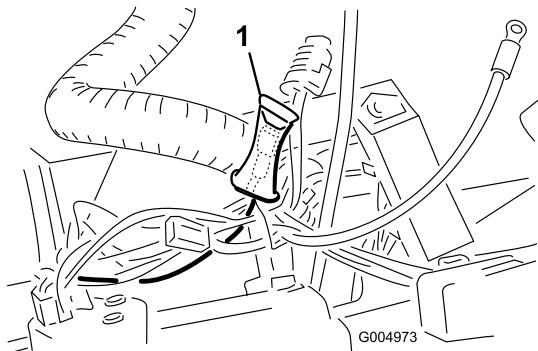

Figura 24
5. Dentro do painel de controlo, localize o fio rosa com o conector numa bolha de plástico (Figura 24).
8. Encaminhe a outra extremidade da cablagem por baixo do suporte de montagem da estrutura traseira na direção do lado esquerdo da máquina ao mesmo tempo que insere os clipes do fio nos orifícios na parte debaixo do suporte de montagem da estrutura traseira (Figura 24).